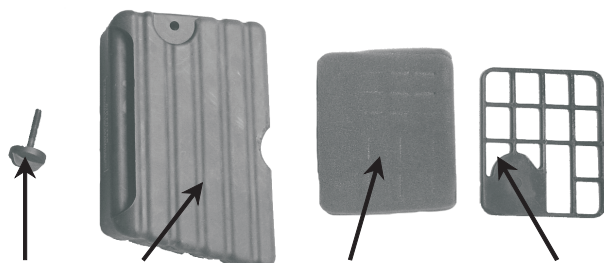

Рис. 23 Винт Крышка Губка Решетка
1. Снимите крышку воздушного фильтра (рис. 23);